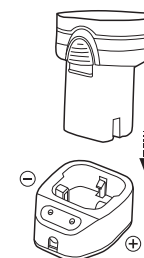

Abb. 3
1. Entnehmen Sie den Akku-Pack (11) wie oben beschrieben.
2. Richten Sie den Akku-Pack an der Ladestation (13) aus (Abb. 3) und setzen Sie den Akku-Pack in die Ladestation, bis ein Klick-Geräusch zu hören ist.